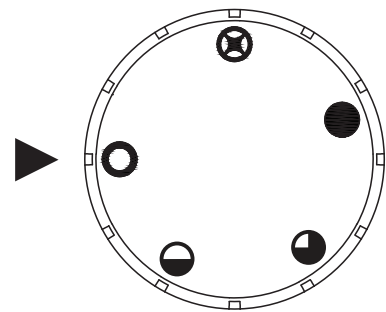
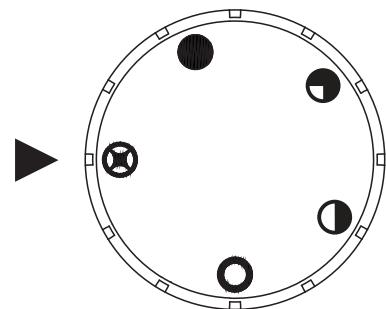

Fig. 22a
Fig. 23a
3. Presione la perilla de control suavemente y gírela ↷ hacia la derecha a la posición "OFF" ○ (Ver Fig. 22a)
4. Espere cinco (5) minutos para que se vacíe todo el gas. Luego huelga en busca de gas, incluyendo cerca del piso. Si huele gas, ¡ALTO! Siga "B" en la información de seguridad anterior. Si no huele a gas, vaya al siguiente paso.
5. Presione la perilla de control suavemente y gírela ↶ hacia la izquierda a la posición "PILOT" ⊗. (Ver Fig. 23a) Oprima la perilla de control.